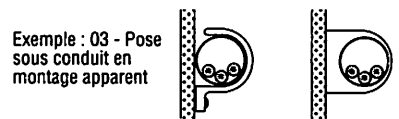

Fig. 2 : 0 - Pose sous conduit.
- 0 – pose sous conduit (de 1 à 5 A) (fig. 2) ;